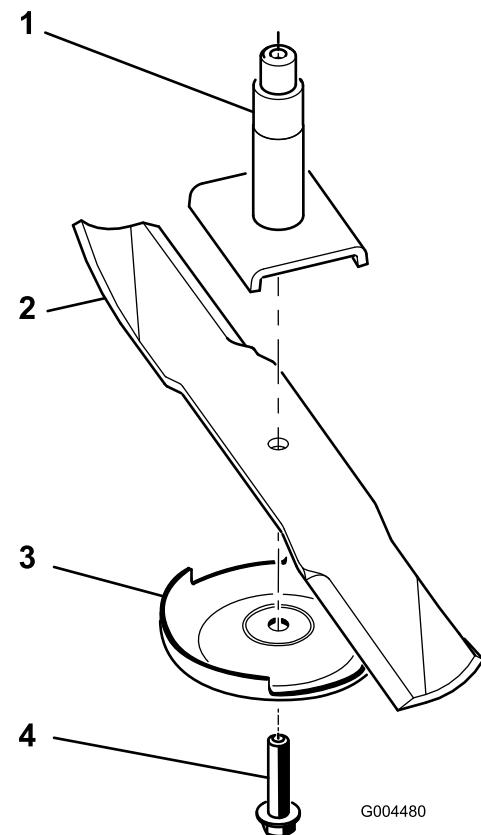

Bild 73
2. Entfernen Sie die Messerschraube, die Antiskalpierplatte und das Messer von der Spindelwelle (Bild 73).
Hinweis: Wenn das Schnittmesser in seiner horizontalen Position bleibt, ist es ausgewuchtet und kann wiederverwendet werden. Feilen Sie, wenn das Schnittmesser nicht ausgewuchtet ist, vom Flügelbereich des Messers etwas Metall ab (Bild 73). Wiederholen Sie diesen Vorgang, bis das Messer ausgewuchtet ist.